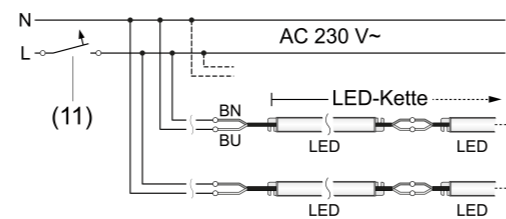

Bild 6: Schaltskizze
- Lichteinsätze gemäß Schaltskizze anschließen (Bild 6).